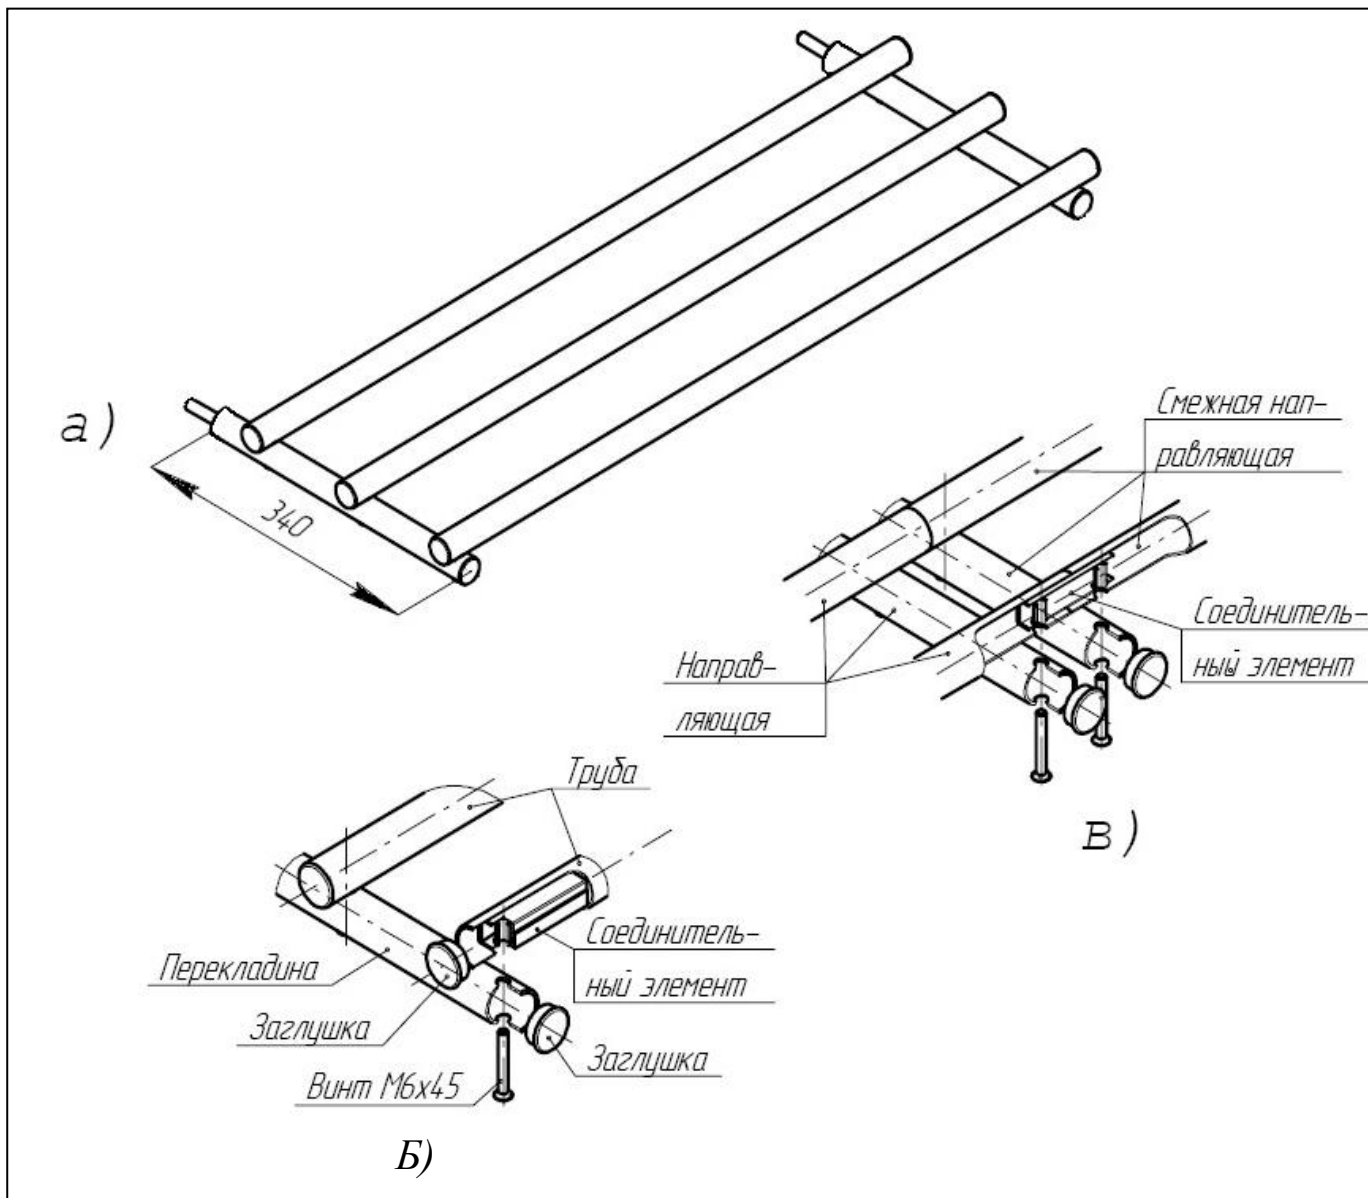

Рис. 3. Направляющая для подносов
После сборки в ЛР обеспечивается жесткое соединение соседних направляющих с минимальным отклонением труб от их соосности, что придаёт всей линии исключительную устойчивость к случайному смещению и опрокидыванию. На рис. 3 приведена схема сборки направляющей.
– каждую из труб последовательно приложите к поперечинам так, чтобы их монтажные отверстия совпали и трубы были параллельны столешнице изделия; вставьте снизу винты М6х45 в отверстия поперечин и вверните их в резьбовые отверстия соединительных элементов (рис. 3б и 3в). Соединительные элементы нужно предварительно вставить в трубы резьбовыми отверстиями вниз (расположение соединителей внутри труб зависит от наличия/отсутствия смежного изделия из ЛР) после извлечения торцевых заглушек.